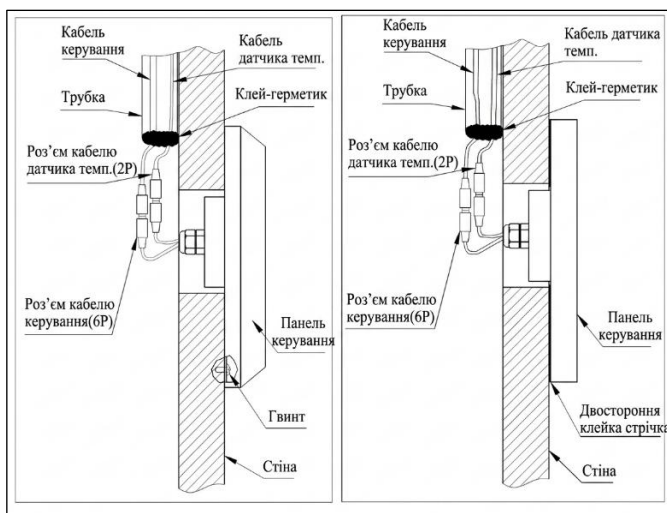

Рисунок 2
- за потреби додатково нанесіть силіконовий клей на тильну сторону панелі. (Див. рис. 2.)
Підключіть кабель датчика до панелі керування. (Див. рис. 2.)